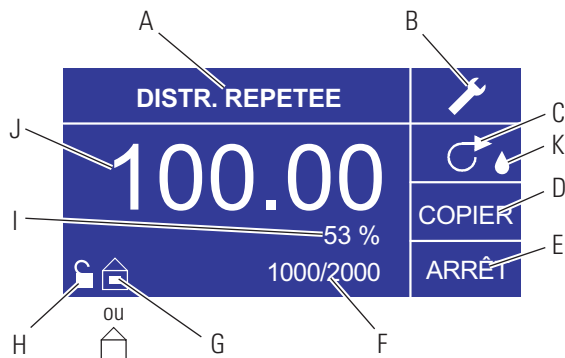

Figure 3-6. Ecran du Mode distribution répétée
7. **Réglage de la taille du lot :** Utiliser le pavé directionnel et la touche ENTRÉE pour sélectionner l'icône Compte de lot à partir du menu de fonctionnement (voir position F, Figure 3-6). Sur l'écran Compte de lot, utiliser les flèches VERS LE HAUT/VERS LE BAS pour sélectionner la taille du lot. Appuyer sur ENTRÉE pour valider la taille du lot. Si le réglage indique zéro (0), l'entraînement fonctionne pendant un nombre infini de cycle et le symbole ∞ est affiché. Sélectionner QUIT, pour revenir à l'écran du Mode distribution répétée.
9. **Réinitialisation du compte de lot :** Utiliser le pavé directionnel et la touche ENTRÉE pour sélectionner l'icône Compte de lot (voir position F, Figure 3-6). Sur l'écran COMPTE DE LOT, sélectionner RÉINITIAL. et appuyer sur la touche ENTRÉE pour réinitialiser le compte de lots. Sélectionner QUIT. pour revenir à l'écran de fonctionnement du Mode Répéter.